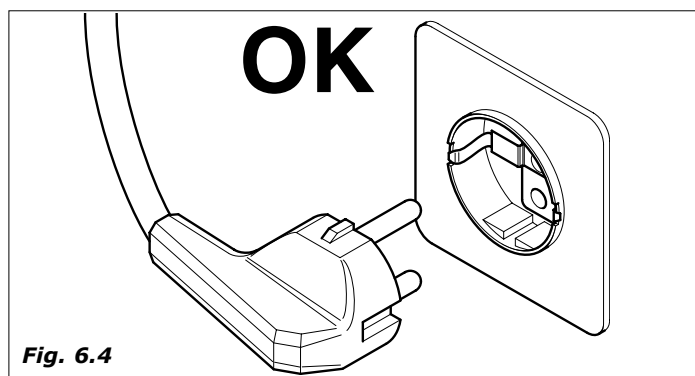

Fig. 6.4
- Il distributore è dotato di cavo di alimentazione H05VV-F 3x1,5mm², con spina SCHUKO (Fig.6.4).